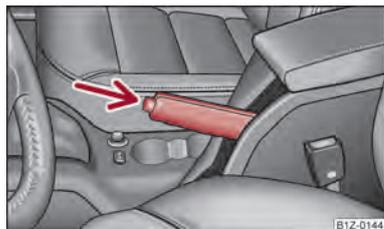

Fig. 101 Consola central: Travão de mão
- Puxe a alavanca do travão de mão um pouco para cima e prima **simultaneamente** o botão de bloqueio ⇒ Fig. 101.